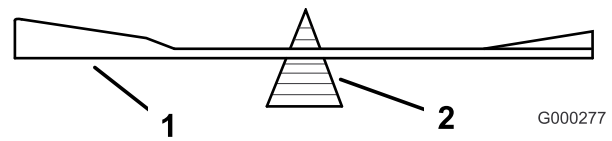
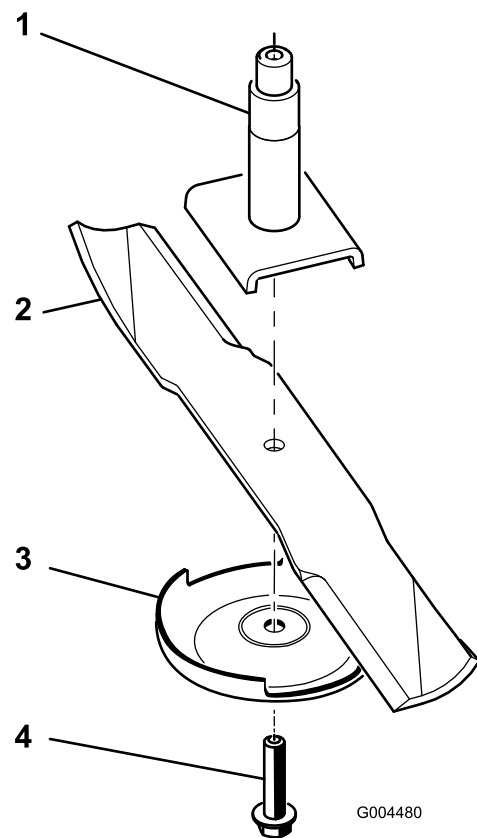

Bild 22
Bild 23
2. Entfernen Sie die Messerschraube, die Antiskalpierplatte und das Messer von der Spindelwelle (Bild 23).
2. Überprüfen Sie die Auswuchtung des Schnittmessers auf einer Ausgleichsmaschine (Bild 22). Wenn das Schnittmesser in seiner horizontalen Position bleibt, ist es ausgewuchtet und kann wiederverwendet werden. Feilen Sie, wenn das Schnittmesser nicht ausgewuchtet ist, vom Flügelbereich des Messers etwas Metall ab (Bild 23). Wiederholen Sie diesen Vorgang, bis das Messer ausgewuchtet ist.
1. Setzen Sie das Messer auf die Spindelwelle (Bild 23).
2. Montieren Sie die Antiskalpierplatte und die Messerschraube (Bild 23).